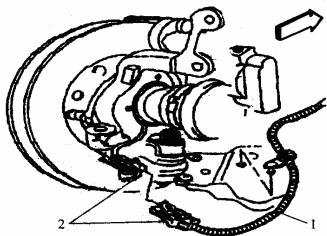

图 1-9 分离车轮速度传感器
④ 确认每个转向横拉杆端的转动圈数大致相同
① 前制动轮毂总成的拆卸
② 前制动轮毂总成的拆卸
③ 紧固锁紧螺母
④ 升起并适当支撑车辆, 拆卸车轮总成。
⑤ 安装密封夹。
⑥ 如图 1-9 所示, 断开车轮速度传感器插接器, 从托架上拆卸车轮速度传感器。